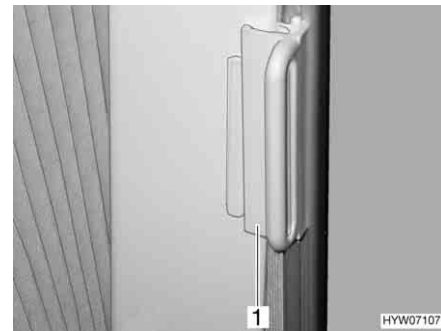

Bild 39 Lås för plisségardin
**Säkra:** ■ Skjut in handtaget (Bild 39,1) över kanten. Plisségardinen är säkrad.